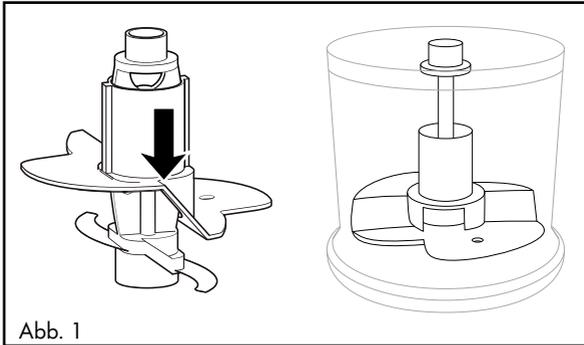

Abb. 1
- Für 100 ml Sahne stecken Sie ihn so auf den Messerhalter **5**, dass der Quirlaufsatz **10** auf beiden Messern **7** aufliegt und einrastet (Abb. 1):